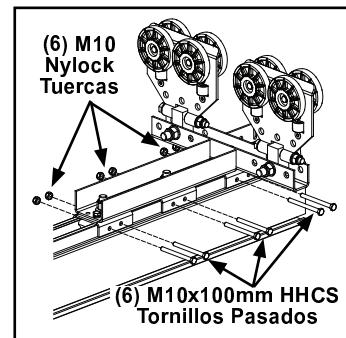

Figura 3-96
- Paso 3. Instale dos (2) M10 x 100 mm HHCS con tuerca nylock M10. **Apriete tornillos hasta asentar + 1/4 vuelta.** No apriete de más, Puede doblar el soporte. ver Figura 3-96.